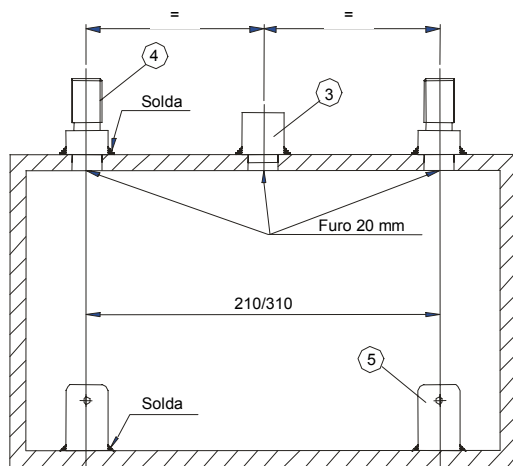

Figura 5.1
- Analise qual a melhor posição na parte superior do reservatório/tanque para fixação da luva (item 3) e dos esticadores do cabo de aço (item 4) conforme a figura 5.1.
- Para fixação da luva (item 3) e dos dois esticadores do cabo de aço (item 4) deverão ser feito três furos de 20 mm na parte superior do reservatório equidistantes do centro da luva ( para bóia DN210 a distância é 105 mm e DN310 é de 155mm - vide figura). Após a furação, solde as peças conforme figura.
- Faça os ajustes no tubo de aço carbono (item 9) quanto ao comprimento ideal entre a luva, caixa de roldanas e suporte superior, e faça rosca ½" BSP em suas extremidades.
- Conecte os tubos nas caixas de roldanas tipo L ou U (item 2), na luva (item 30) e no suporte superior da régua (item 7). Depois de montados, os tubos deverão ser pintados para evitar oxidação.